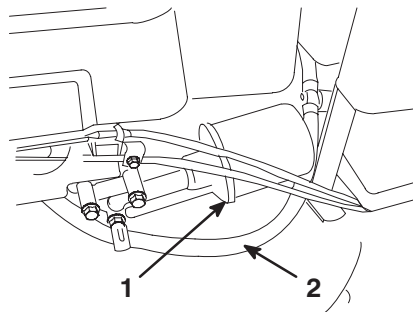

Bild 36
3. Entfernen Sie die Kraftstoffleitung durch Lockern der Schelle am Vergaser (Bild 36).
Tauschen Sie den Ölfilter (Bild 36) alle 100 Betriebsstunden oder mindestens einmal pro Jahr aus.